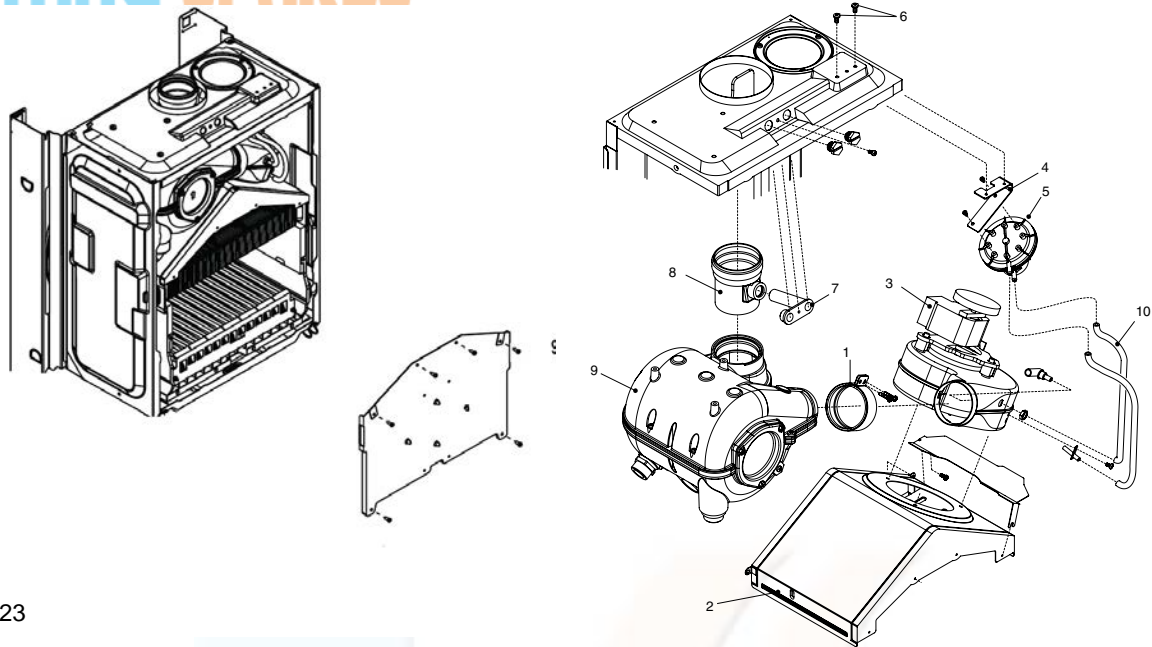

Fig. 23
#### 6.16 FLUE FAN fig. 23
**6.17 MAIN HEAT EXCHANGER fig. 23/24**
**6.18 AIR PRESSURE SWITCH fig. 23**